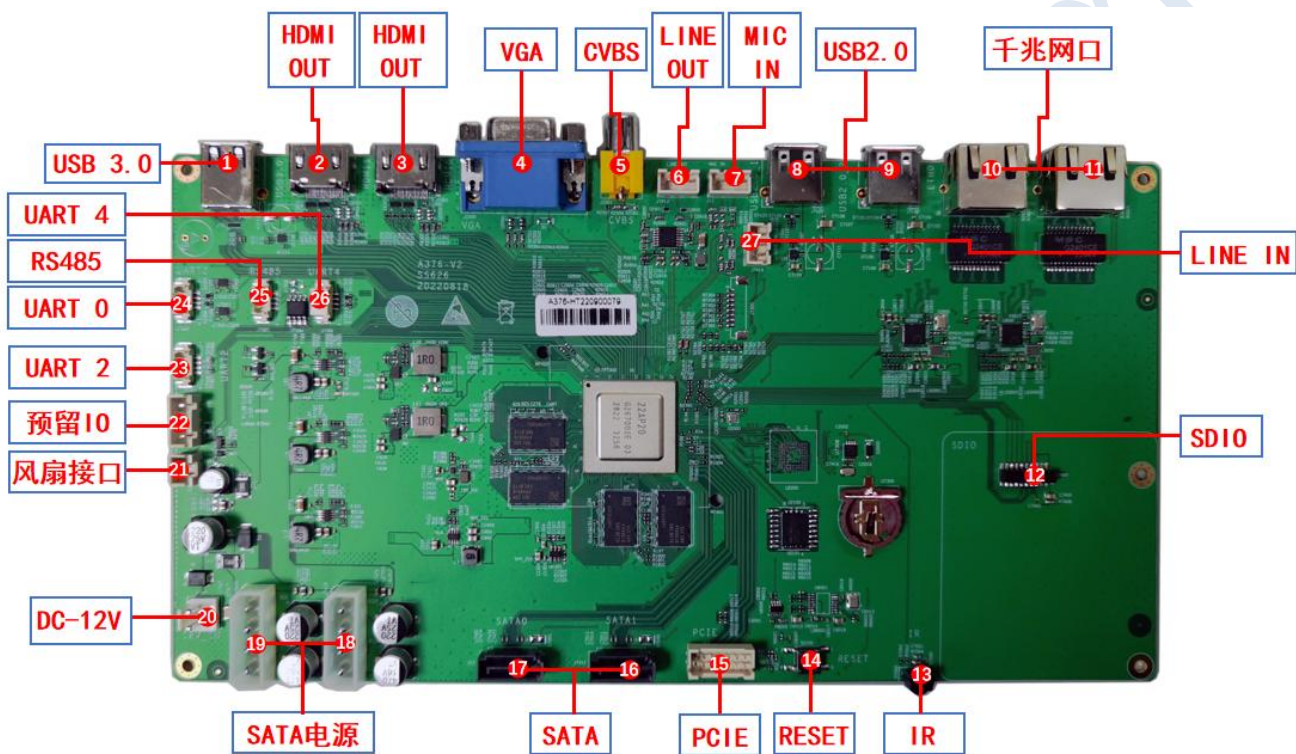

图 2.1 开发板接口示意图
EB-SS626-DC-376 型开发板含有大量的接口资源，必须设计可靠的外围电路与其配合。本手册给出了部分外围电路的参考设计方法，所有电路都经过了严格的功能验证。板卡外围接口标注示意图如下图 2.1 所示：
- 请对照图 2.1 熟悉开发板的结构布局，确保能够在单板上辨认出可操作部件，如电源、连接器以及指示灯的位置。